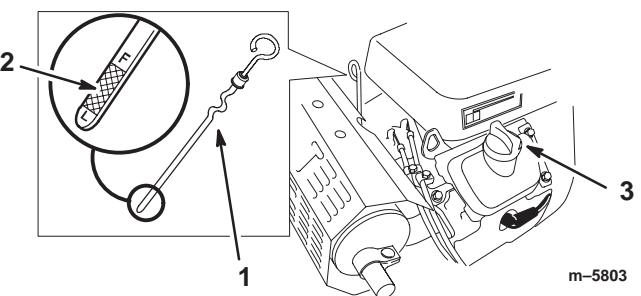

Figure 41
- Nettoyez la surface autour de la jauge d'huile (Fig. 41) pour éviter que des impuretés ne tombent dans le moteur.
- Sortez la jauge d'huile et essuyez soigneusement l'extrémité métallique (Fig. 41).
- Enfoncez la jauge complètement dans le moteur. Sortez de nouveau la jauge et examinez l'extrémité métallique (Fig. 41). Si le niveau est bas, versez lentement une quantité d'huile suffisante dans le goulot de remplissage pour amener le niveau au repère du plein (F).
4. Nettoyez la surface autour de la jauge d'huile (Fig. 41) pour éviter que des impuretés ne tombent dans le moteur.
9. Versez lentement environ 80 % de la quantité d'huile spécifiée dans le goulot de remplissage (Fig. 41) (voir Changement de l'huile moteur et du filtre, page 34).